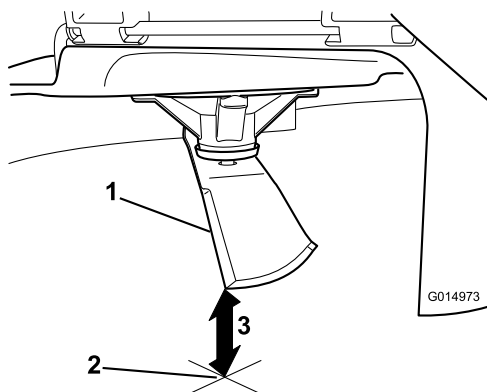

Bild 77
3. Messen Sie von der Messerspitze bis zu ebenen Fläche (Bild 77).